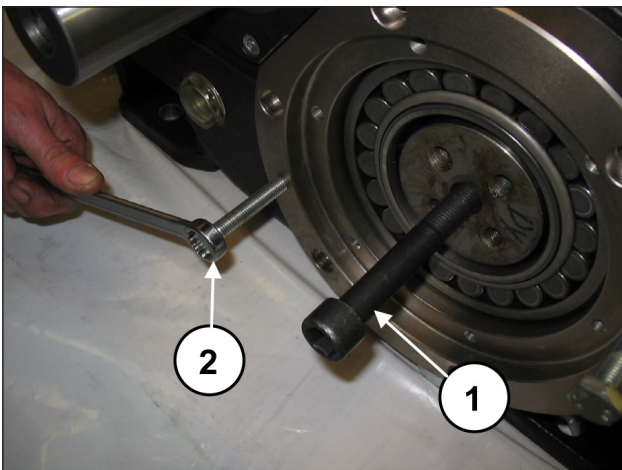
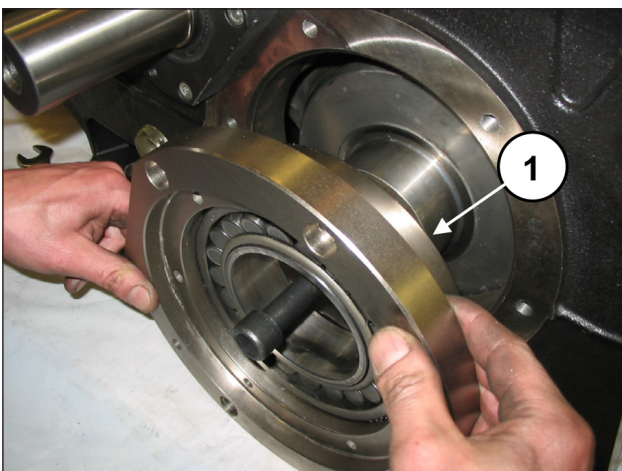

Abb. 23
Abb. 24
Setzen Sie einen Gewindestift M16 an ein Ende der Kurbelwelle (Pos. ①, Abb. 23) und ziehen Sie bei angehobener Welle den Lagerdeckel samt Lager und O-Ring heraus (Pos. ①, Abb. 24). Zum leichteren Ausbau verwenden Sie 2 Stiftschrauben oder Schrauben M10 (Pos. ②, Abb. 23) als Abzieher.